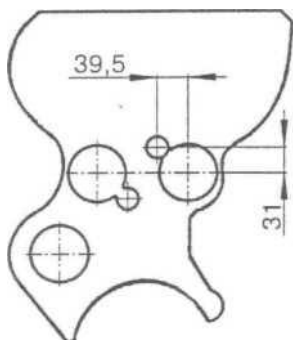

Рис.3. Координаты отверстия в передней защитной крышке.
- Выполнить отверстие диаметром 25 мм под кронштейн натяжителя в передней защитной крышке. Координаты отверстия в крышке приведены на рис.3 (дрель типа LBB 33 H013 или типа PES 12 T ф/'Atlas Сорко", фреза 67.2214-9500).